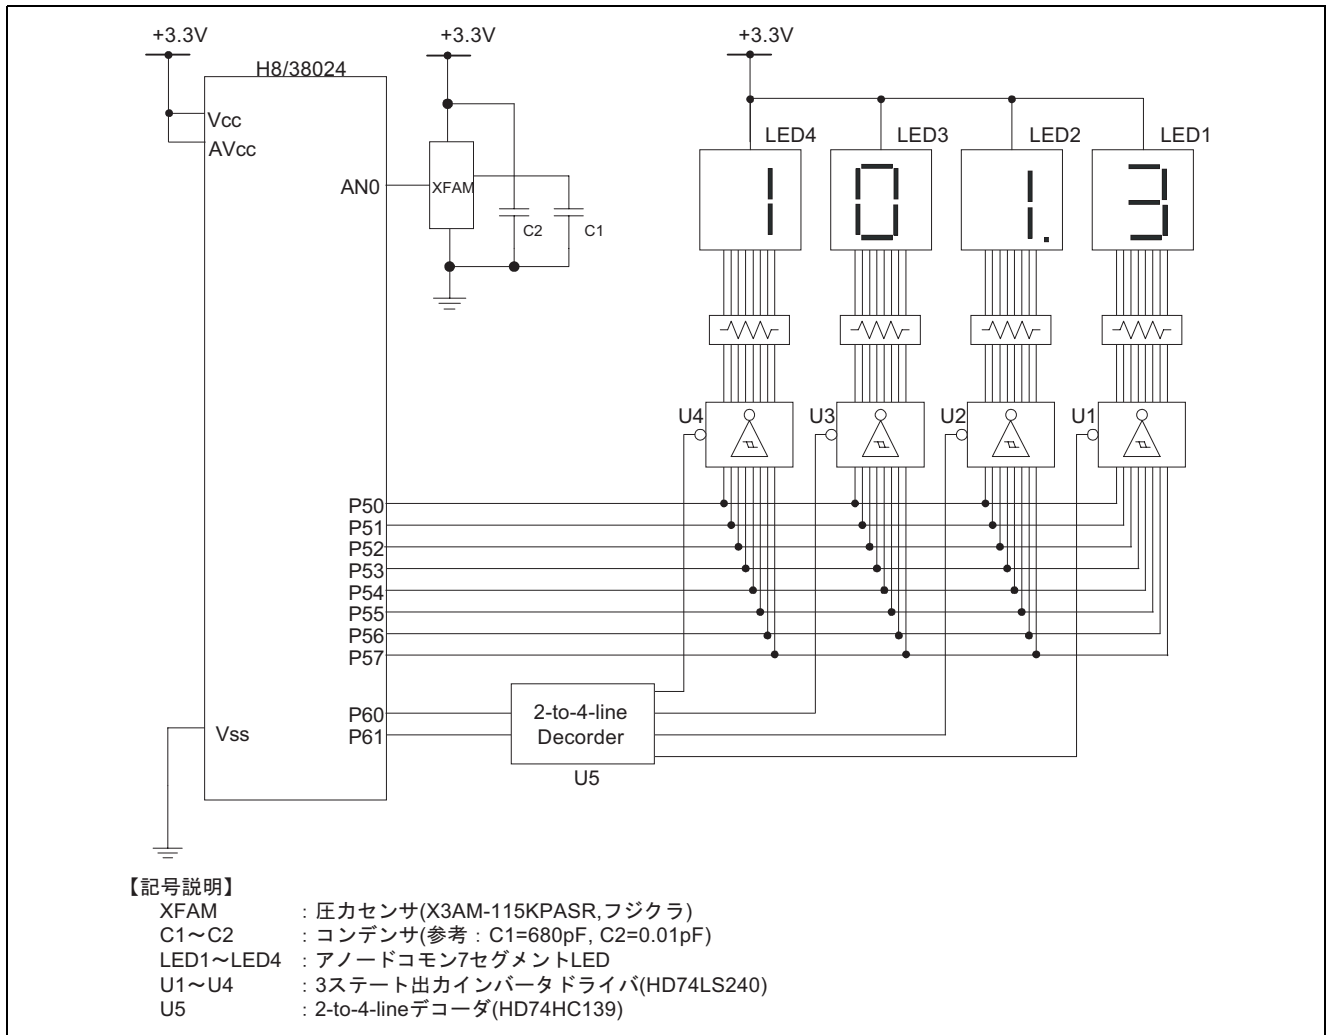

図 1 ハードウェア構成
- (1) 図 1 に圧力センサ接続例のハードウェア構成を示します。図 1 に示すように、センサをアナログ入力端子 0(AN0 端子)に接続します。
- (2) AN0 端子の A/D 変換を行い、A/D 変換結果を I/O ポートに接続された 7 セグメント LED に表示します。
- (3) 7 セグメント LED 表示は、A/D 変換結果の 10 ビットデータを小数で表示します。
- (4) A/D 変換は、0.5s 毎に行います。